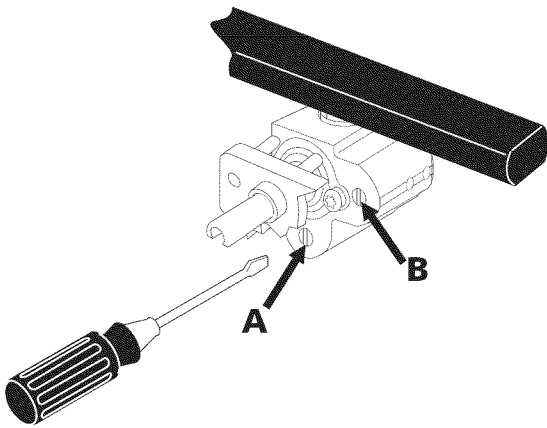

Figura 16
## 5. Ajuste bajo "LOW" para la válvula de quemador de superficie puente (Figura 16) (algunos modelos)
- El tamaño de la flama de la porción posterior del quemador puente puede aumentarse o disminuirse dándole vuelta al tornillo **A** (vea Figura 16). Utilice el tornillo **B** para ajustar el tamaño de la llama de la porción central del quemador puente. Dé vuelta en sentido opuesto de las manecillas del reloj para aumentar el tamaño de la llama. Dé vuelta en sentido a las manecillas del reloj para disminuir la llama. Ajuste la llama hasta que usted puede dar vuelta rápidamente a la perilla de la posición LITE a la POSICIÓN MÁS BAJA sin extinguir la llama. La llama debe ser tan pequeña como sea posible sin apagarse.